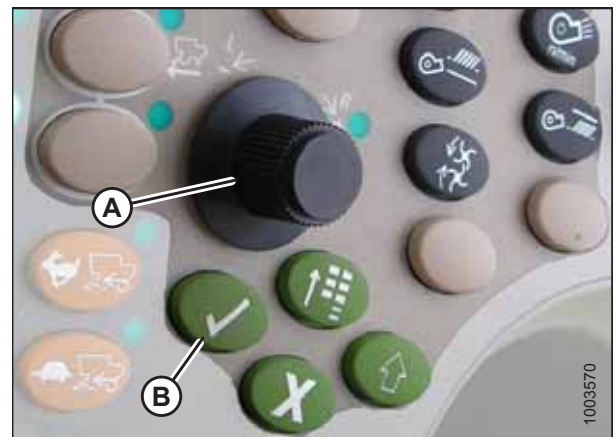

Figura 3.428: Consola de comandă a combinei John Deere
8. Selectați HEADER (Heder) în caseta (A) prin derularea în jos până la caseta respectivă cu ajutorul butonului de derulare și apoi apăsând butonul cu marcajul de verificare (butoanele sunt prezentate în Figura 3.428, pagina 253).
9. Derulați în jos până la pictograma din dreapta jos care seamănă cu o săgeată într-un diamant (B) și apăsați butonul cu marcajul de verificare pentru a o selecta.